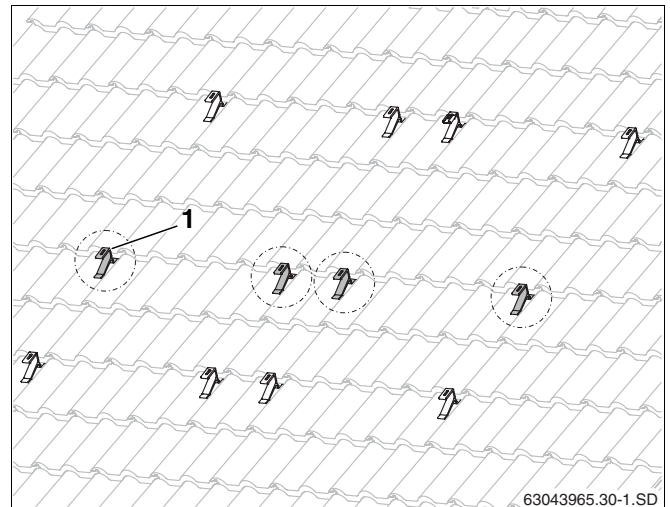

Fig. 28 Ganchos para telhado adicionais para o perfil de carga de neve (aqui: para dois colectores)
- Fixar ganchos de fixação para telhado adicionais (fig. 28, **item 1**) o mais ao centro possível entre os ganchos para telhado superiores e inferiores já instalados.